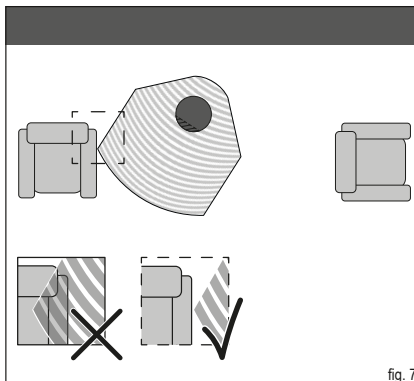
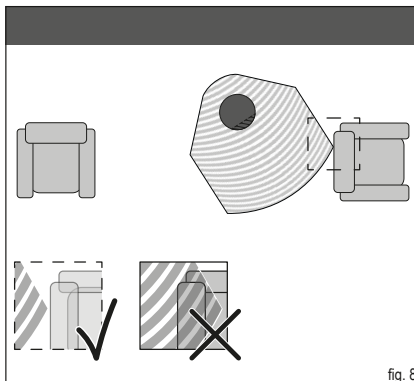

fig. 7
fig. 8
- ▶ Nell'angolo di rotazione impostato nella stufa a legna non è consentito che vi siano materiali infiammabili entro l'area di irraggiamento, come ad esempio mobili. (fig. 7 e fig. 8).